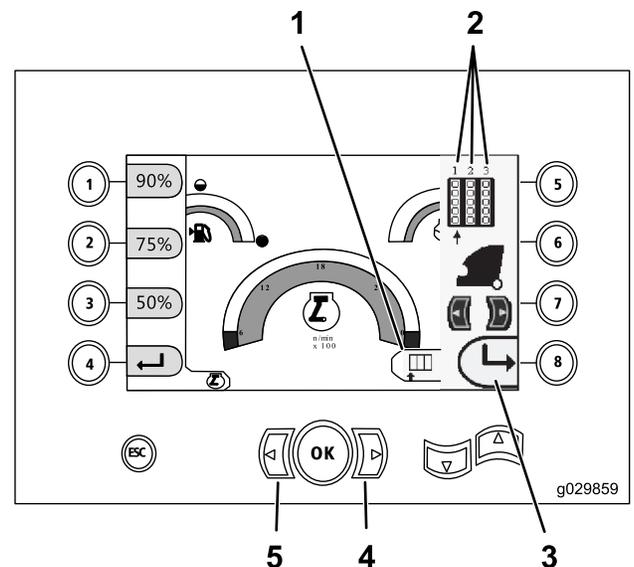

Figure 25
**Remarque:** L'icône du bouton 8 ne concerne que les versions du logiciel K et suivantes (Figure 25).
1. Appuyez sur la flèche vers la droite ou la gauche pour sélectionner le numéro de la rangée à laquelle vous souhaitez accéder (Figure 25).
2. Après avoir placé la flèche sous le numéro de la rangée à accéder, appuyez sur le bouton 8 (Figure 25) pour masquer la fenêtre latérale.